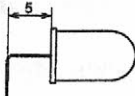

Рис.4 Формовка светодиодов
**ПРИМЕЧАНИЕ:** Светодиоды необходимо отформовать и установить под углом, как показано на рис.4.